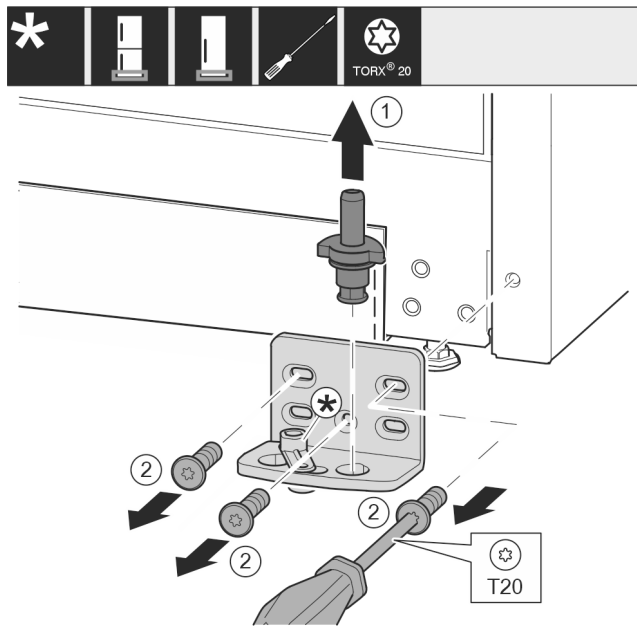

Fig. 17 *
- Ležajni sornik Fig. 17 (1) v celoti izvlecite v smeri navzgor.*
- Odvijte vijake Fig. 17 (2) z izvijačem in snemite ležajni podstavek.*